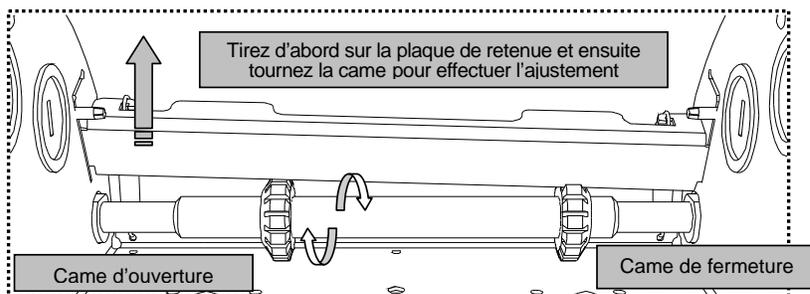

Figure 12 Réglage des cames d'interrupteurs de fin de course
2. Tirez sur la plaque de retenue sur le côté "ouverture" et tournez la came d'ouverture suffisamment jusqu'à que les limites soient activées et vous entendez les "CLICKS" – Figure 12 (deux CLICKS pour le circuit électromécanique. Seulement UN CLICKS en cas de plaquette électronique, vérifiez également si la lumière "Close Limit" est allumée sur la plaquette)
5. Tirez sur la plaque de retenue sur le côté "fermeture" et tournez la came de fermeture suffisamment jusqu'à que les limites soient activées et vous entendez les "CLICKS" – Figure 12 (deux CLICKS pour le circuit électromécanique. Seulement UN CLICKS en cas de plaquette électronique, vérifiez également si la lumière "Open Limit" est allumée sur la plaquette)